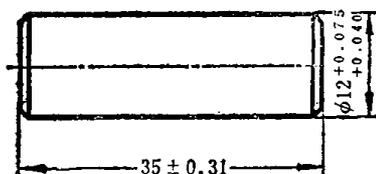

图 1-6 圆柱销
(1) 基本尺寸：又叫公称尺寸、名义尺寸，是图纸上由设计给定的尺寸，它也是确定偏差的起始尺寸，所以称为基本尺寸，图1-6圆柱销零件图上所标注的 $\phi 12$ 、35等数值，就是该圆柱销直径和长度的基本尺寸。
极限尺寸是以基本尺寸为基数来确定的，图1-6所示的圆柱销直径各尺寸分别为：